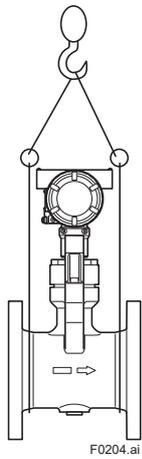

図 2.2 つり上げ方法
- (3) 一度使用した渦流量計を保管する場合、渦流量計管路および渦発生体に測定流体が付着していることのないように完全に洗浄してください。
- (4) 設置場所へ渦流量計を運搬し設置せずに保管しますと、雨水の浸入などにより計器の性能を損なうおそれがあります。設置場所へ渦流量計を運搬した後は、すぐに取り付け、配線などを行ってください。
- (5) 渦流量計は重量物です。移動や運搬の際は2人以上で行うか、クレーンなどを使用してください。計器をつり上げる場合は図 2.2 のような方法で行ってください。